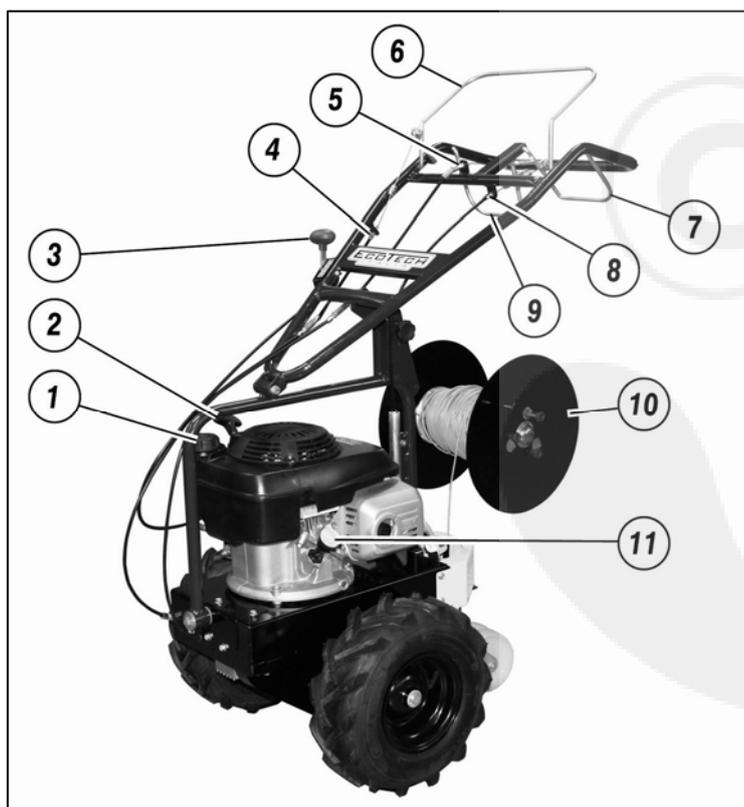

Fig.1
- Controlar que el nivel del aceite no esté por debajo del mínimo: desenroscar el tapón (fig. 1 n° 11), con un paño, limpiar la varilla de nivel y volver a enroscar el tapón. Desenroscar de nuevo y asegúrese de que el nivel esté comprendido entre las dos muescas de mínimo y máximo. Si el nivel está por debajo del umbral mínimo, añada aceite hasta obtener el nivel adecuado. (pedir el aceite apropiado a su vendedor de confianza).
- Controlar que todas las palancas estén en punto muerto (fig.1 n°6/n°9).
- Para poner en marcha el motor en frío posicionar la llave de paso del gas (fig.1 n° 3) en la posición START.
- Agarrar la manivela de puesta en marcha del motor (fig.1 n°2) y tirar enérgicamente. Esperar algunos minutos a que alcance la temperatura de ejercicio antes de llevarlo al régimen máximo.
Antes de iniciar el trabajo es necesario posicionar el cable en el enrollador correspondiente, regular la profundidad del enterrado, atar la extremidad del cable a un piquete, asegurarse de que no haya personas, animales o cosas de valor en un radio de al menos 15 metros, a continuación poner en marcha el motor y una vez caliente podrá iniciar el trabajo. Accionar hasta el fondo la palanca de acoplamiento rotación de la fresa (fig.1 n°9), embragar hasta el fondo la palanca de avance (fig.1 n°1) e iniciar el trabajo con la máxima prudencia. Leer atentamente la descripción de las operaciones abajo indicadas. Durante el verano o en presencia de terreno seco, se aconseja regar abundantemente el césped el día antes de efectuar el trabajo.
¡LA MÁQUINA NECESITA EL RODAJE! DURANTE LA PRIMERA HORA DE TRABAJO LAS CORREAS SE AJUSTAN. CONTROLAR QUE LOS RESORTES DE TENSIÓN TRABAJEN SIEMPRE ADECUADAMENTE (fig.1 n°4/n°5).
Para un uso adecuado de la máquina dada la variedad de los tipos de cable y de los tipos de bobinas en comercio, se aconseja enrollar el cable en el correspondiente recogedor (fig.1 n°10) usando la manivela del recogedor. Es importante enrollar el cable en sentido horario para garantizar durante el trabajo un perfecto desenrollado (fig. 2). En cambio, si desea usar las bobinas de cable ya enrolladas, se puede desmontar del recogedor la pared izquierda aflojando los tres pomos (fig. 3) y con una ligera rotación de la pared, colocar la bobina en el tubo del recogedor usando adaptadores, luego volver a montar la pared y apretar a fondo los tres pomos. Una vez colocado el cable en el recogedor, introducir la extremidad del cable dentro del tubo de la aleta (fig.4) hasta que salga algunos centímetros de la parte inferior.